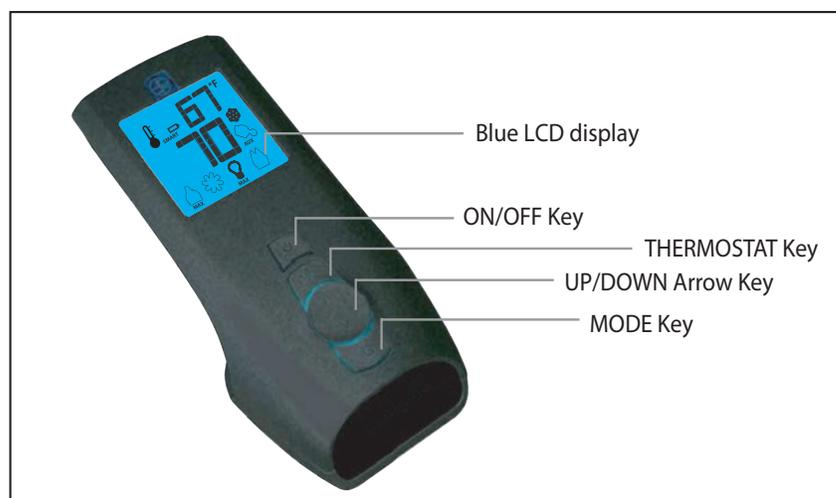
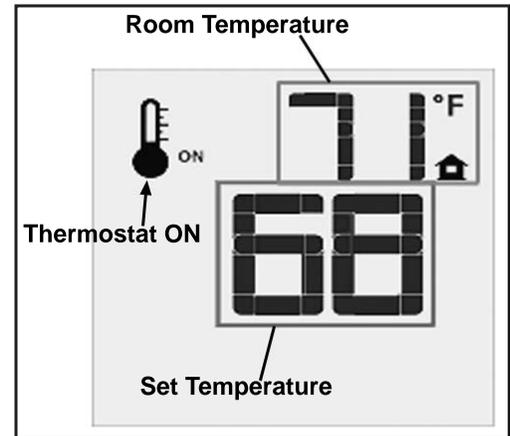
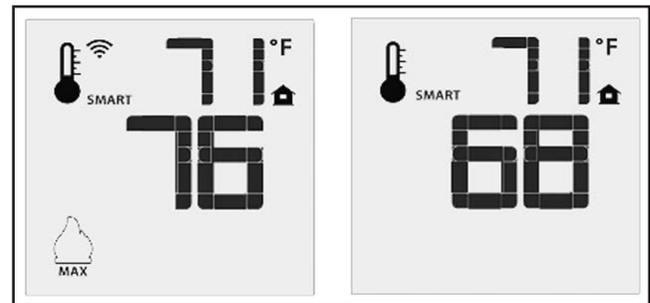
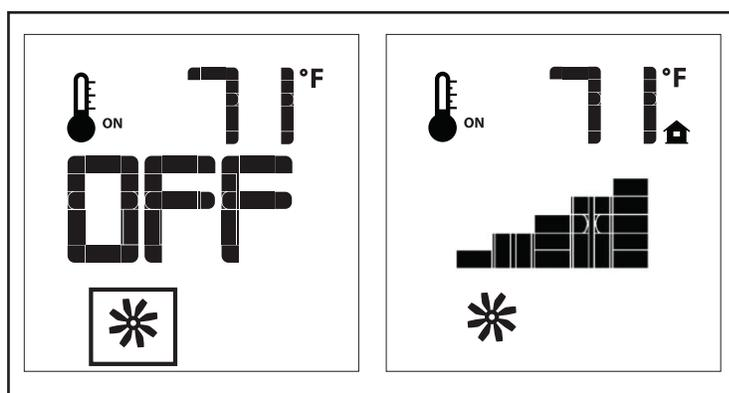

Figure 5: Émetteur Proflame 2.
Figure 10: La télécommande montre la température programmée.
Figure 11: La fonction « thermostat intelligent » (SMART Thermostat).
Figure 14 : Contrôle du ventilateur
L'émetteur Proflame 2 est une télécommande munie d'un écran ACL rétro-éclairé bleu. Il a une conception rationalisée avec une disposition de boutons simplifiée et un affichage informatif ACL (Figure 5). L'émetteur est alimenté par trois (3) piles type AAA. Un bouton « mode » sert à changer entre les options et un bouton « thermostat » est utilisé pour allumer ou fermer, ou voir l'index des options pour le thermostat (Figures 5 & 6).
Appuyez la touche marche-arrêt sur l'émetteur. L'écran ACL montrera la température ambiante de la salle et l'icône du thermostat (voir la Figure 10). Un seul bip de l'IFC confirme la réception de la commande et la veilleuse et le brûleur principal se fermeront (si l'appareil n'est pas réglé au mode CPI).
La télécommande peut fonctionner comme un thermostat ambiant. Le thermostat peut être réglé à la température désirée pour contrôler le confort dans la salle. Pour activer cette fonction, appuyez sur la touche « Thermostat » (voir la Figure 5). L'écran ACL de l'émetteur changera pour montrer que le thermostat ambiant est allumé et la température programmée est montrée sur l'écran (voir la Figure 10). Pour ajuster la température, appuyez sur les flèches vers le haut ou le bas pour programmer votre température désirée.
Le mode « Thermostat intelligent » ajuste la hauteur des flammes en calculant la différence entre la température programmée et la température ambiante actuelle. Si la température ambiante approche la température programmée, la fonction intelligente baissera le niveau des flammes. Pour activer cette fonction, appuyez sur la touche « thermostat » (Figure 5) jusqu'à ce que vous voyiez le mot « SMART » à la droite de l'icône de thermostat (Figure 11). Pour ajuster la température programmée, utilisez les flèches pour trouver votre température idéale.
Le poêle Berkeley est livré avec un ventilateur de convection qui peut être contrôlé avec l'émetteur. La vitesse du ventilateur peut être réglée à travers six (6) vitesses. Pour contrôler le ventilateur appuyez sur la touche Mode (Figure 5) à l'index de l'icône de commande du ventilateur (Figure 14). Utilisez les touches fléchées HAUT/BAS pour activer, désactiver ou régler la vitesse du ventilateur (Figure 14). Un bip unique de la IFC confirmera la commande a été reçue